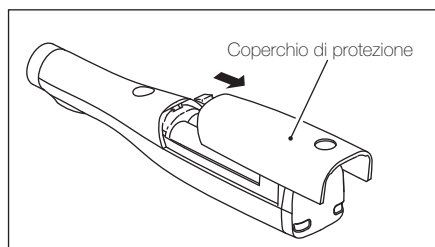

Fig. 13
4. Rimuovere il coperchio della batteria facendola scivolare verso la parte terminale del manipolo. (Fig. 13)